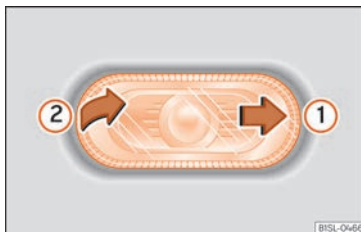
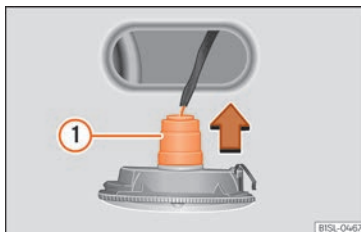

Abb. 56 Seitliche Blinkleuchte ausbauen.
Abb. 57 Seitliche Blinkleuchte: Glühlampenaustausch.
- Mit einer Hand die seitliche Blinkleuchte nach hinten schieben »» **Abb. 56 ①.**
- Die seitliche Blinkleuchte aus der Karosserie heraushebeln ②.
- Lampenhalter mit der Glühlampe in Pfeilrichtung »» **Abb. 57 ①** herausziehen.